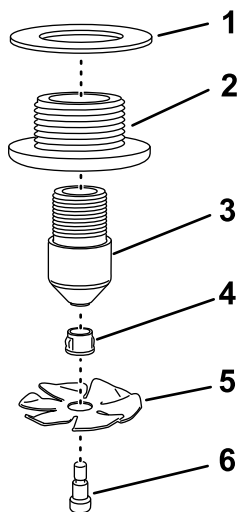

Figure 20
1. Montez l'aube de rinçage et une bague sur le boulon à épaulement (Figure 20).
2. Montez l'aube de rinçage, une bague et le boulon à épaulement sur la buse de rinçage (Figure 20).
4. Vissez la buse de rinçage dans le raccord de traversée, et serrez-la à la main (Figure 20).
5. Placez le joint sur le raccord de traversée Figure 20.